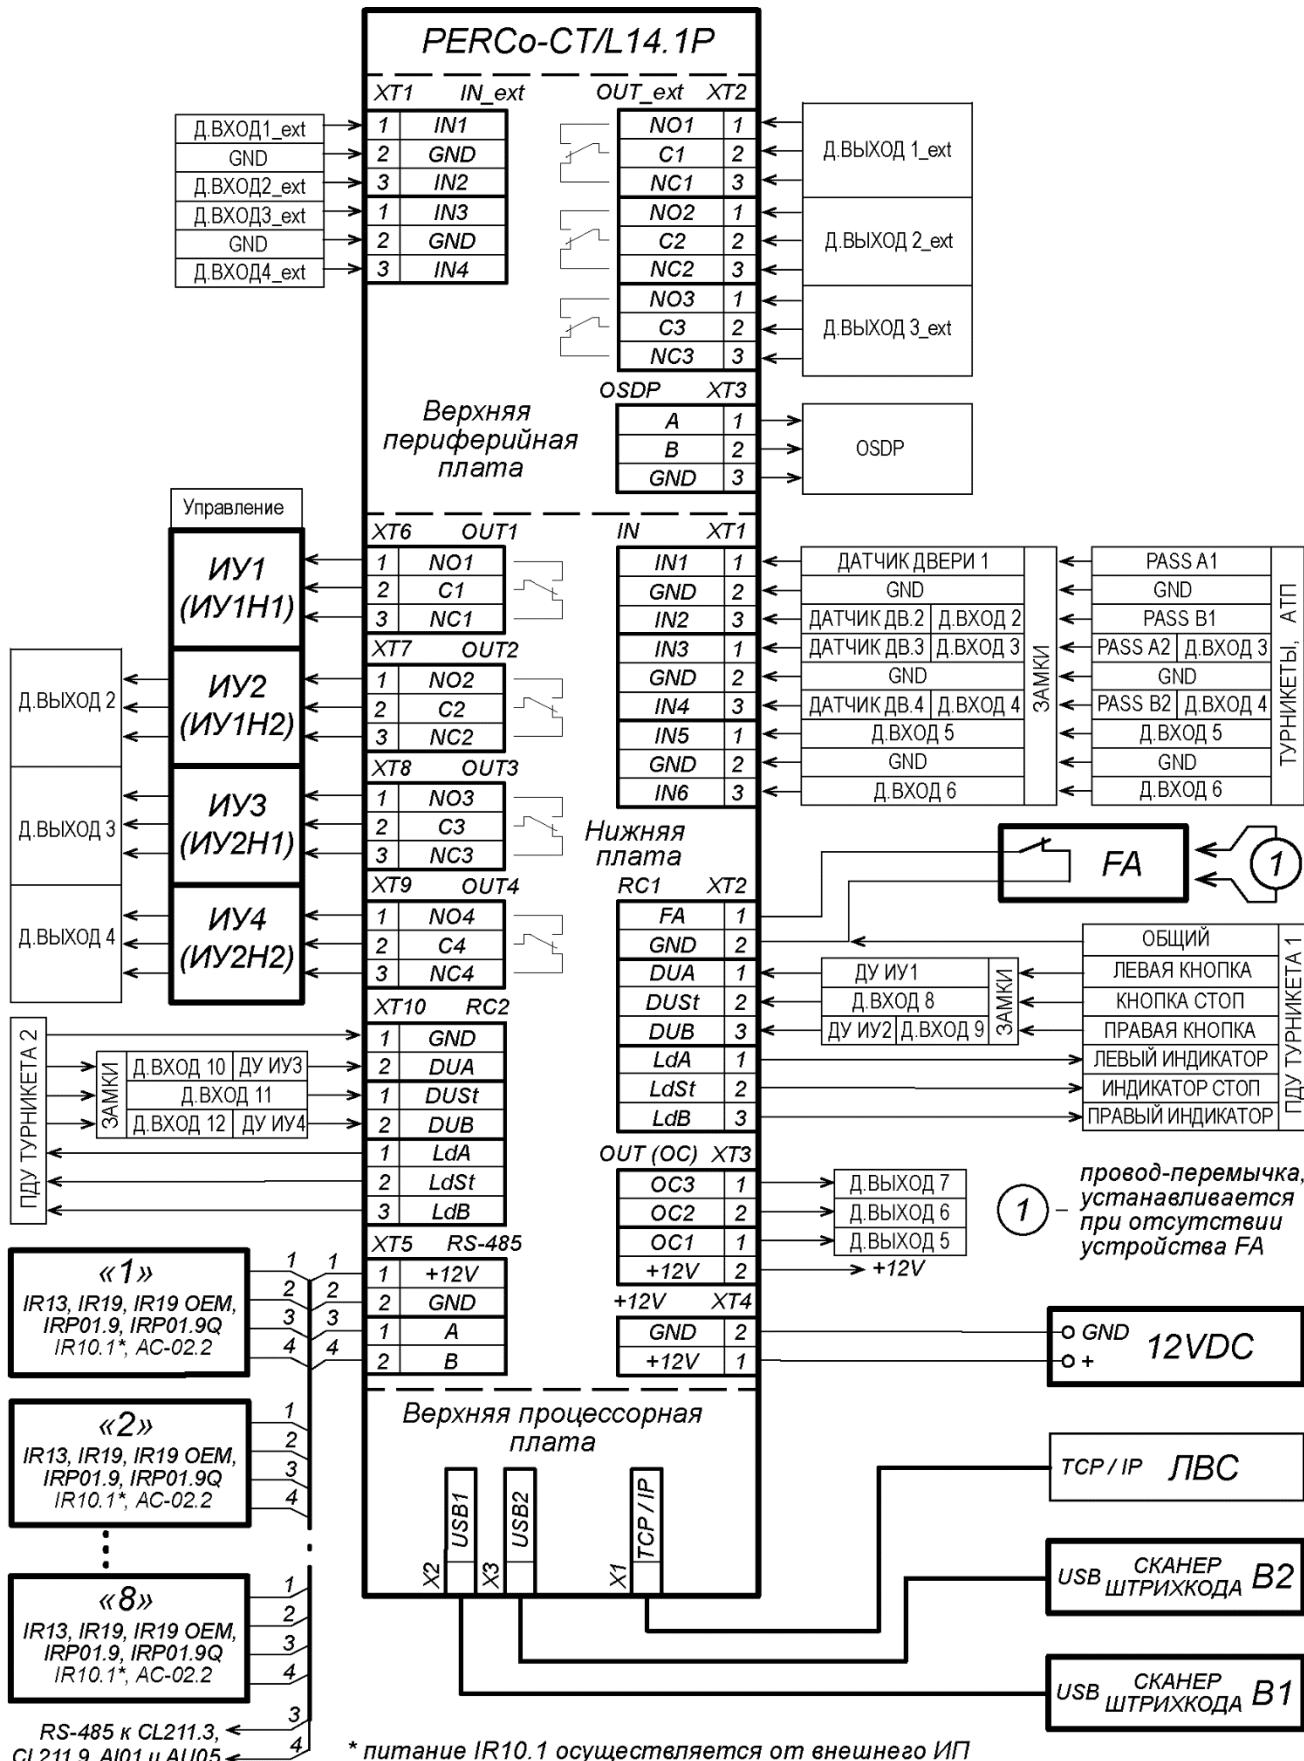

Рисунок 4 Общая схема подключений
При подключении к RS-485 руководствуйтесь инструкциями на подключаемые устройства и схемой, представленной на рис. 4. Для подключения линии связи RS-485 к контроллеру применяется кабель типа №2 (см. табл. 4).
Возможны следующие подключения по интерфейсу RS-485 (см. схему на рис. 4):
Подключение к контроллеру осуществляется согласно схемам, представленным на рис. 4 – 14. Используемые типы кабелей указаны в табл. 4. Расположение клеммных колодок на платах контроллера указано на рис. 1.
7. Установите ИП, подключите кабель от ИП к клеммной колодке **XT4** нижней платы контроллера согласно схеме, представленной на рис. 4.
- Подключение замка производится к клеммным колодкам **XT6-XT9** нижней платы контроллера в соответствии со схемами подключения (см. рис. 4 – 6).
Аварийная разблокировка (аварийное открытие прохода) исполнительных устройств производится по команде устройства аварийной разблокировки (аварийного открытия прохода) *Fire Alarm*. Устройство *Fire Alarm* подключается к входу контроллера *FA* (контакты *FA* и *GND* клеммной колодки **XT2**, см. рис. 4, 6, 11). При отсутствии устройства *Fire Alarm* на вход должна быть установлена перемычка проводом (установлена при поставке). Параметры для сигнала *FA* указаны в разд. 5.4.2. При подаче управляющего сигнала на вход *FA* контроллер переводится в режим *Fire Alarm*. В этом режиме все подключенные ИУ разблокируются (открываются) для прохода в обоих направлениях. Другие команды управления при этом игнорируются.